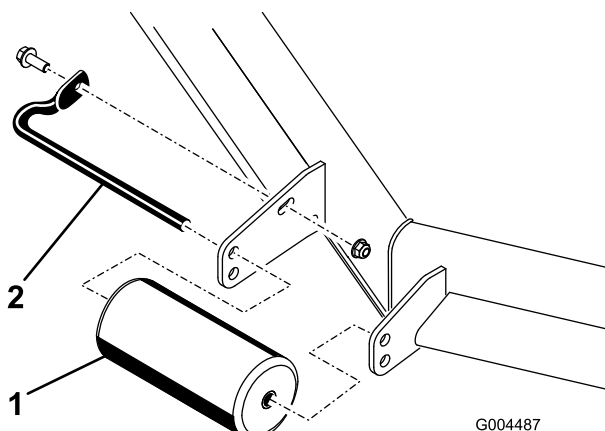

Figura 25
4. Retire los herrajes que fijan cada rodillo a la plataforma del cortacésped y mueva los rodillos hacia arriba o hacia abajo según sea necesario; consulte Figura 25 a Figura 29 según corresponda a su cortacésped.